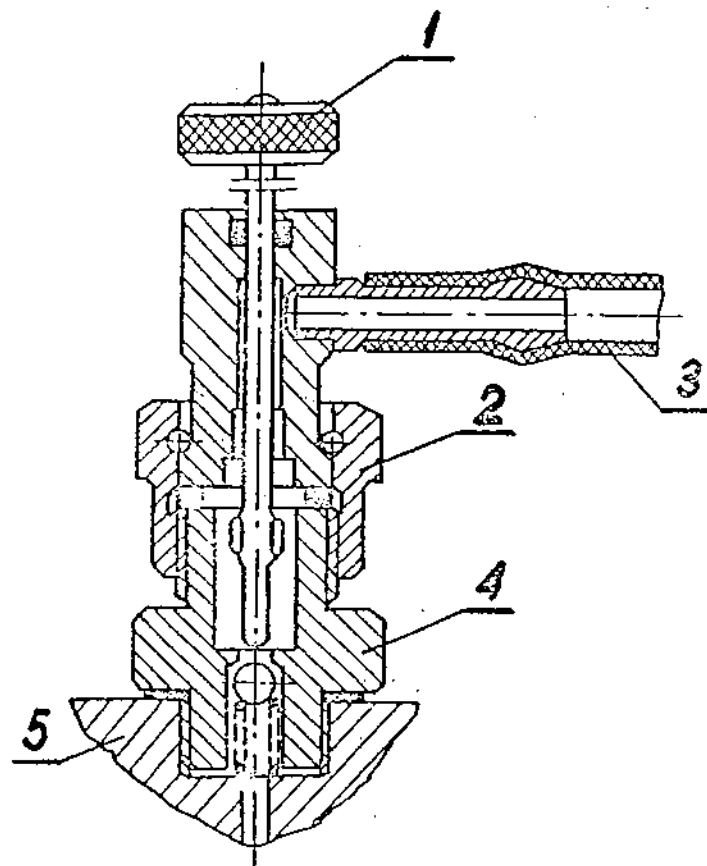

Рис. 6.4. Схема подсоединения приспособления для
- II.2. Навернуть приспособление для стравливания воздуха (входит в комплект бортового инструмента) на клапан агрегата (рис. 6.4.)